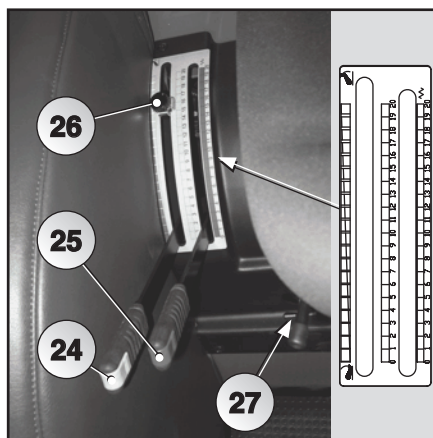

Fig. 5.67
Le leve (24) e (25) sono poste alla destra rispetto al posto di guida, a fianco del sedile (Fig. 5.67).